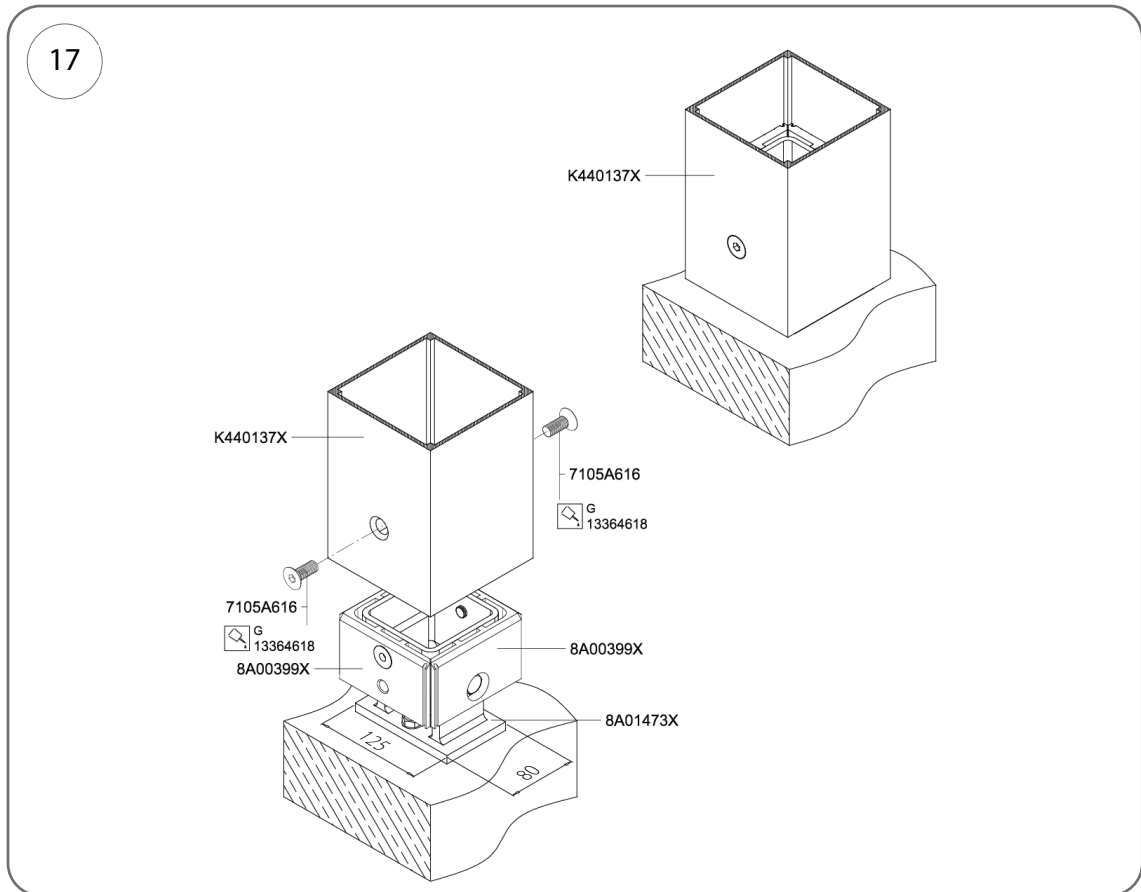
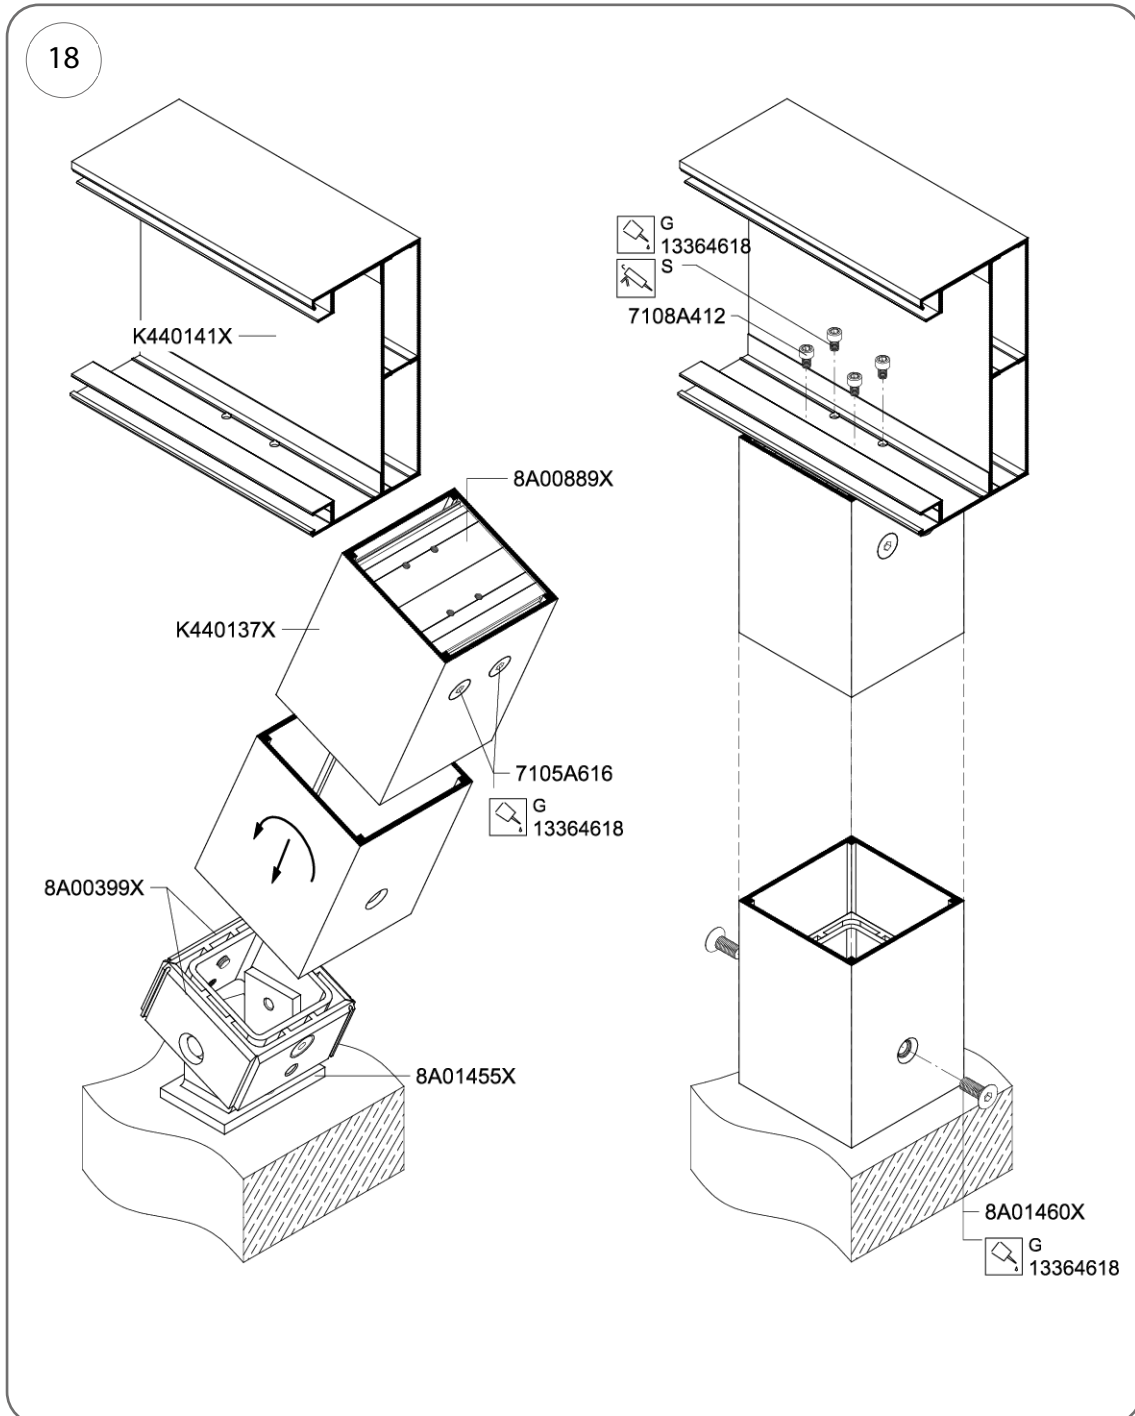

Рис. 17
Рис. 18
5. Виконайте операцію з'єднання стовпа з кронштейном відповідно до рис. 17 та рис. 18.
2. Поступово вирівнюйте проміжну стійку, доки отвори у з'єднувачі стійки та у крокви або прогоні не збіжаться (рис. 18).